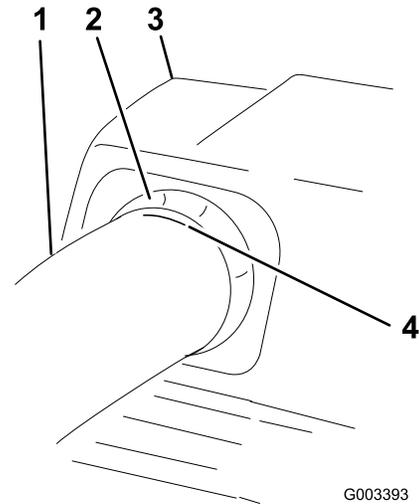

Figure 22
6. Lorsque la distance est correcte, tracez un repère à l'extérieur du tube supérieur à l'endroit où le joint en caoutchouc dépasse (Figure 22).
Vérifiez que le repère de la Figure 22 est à la même position.